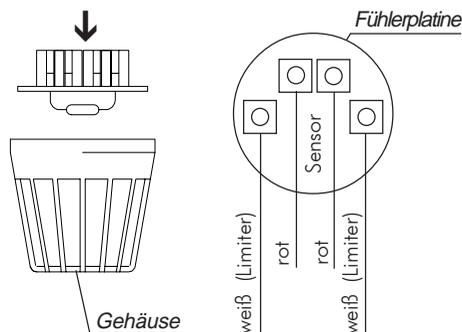

Abb. 21
4. Die Leitungen für den Begrenzer (weiß) und den Temperaturfühler (rot) gemäß Abb. 21 an der Fühlerplatine ankleben: Die Fühlerplatine anschließend in das Gehäuse einrasten.